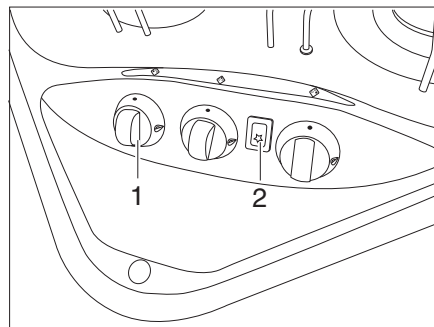
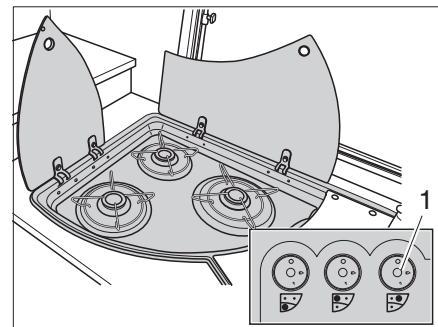

Fig. 124 Elementos de mando para la cocina de gas
Fig. 125 Alternativa: Elementos de mando para cocina de gas
- Girar el regulador giratorio (Fig. 124,1 ó Fig. 125,1) correspondiente al quemador deseado a la posición de encendido (llama alta).
- Si hay una tecla de encendido (Fig. 124,2):